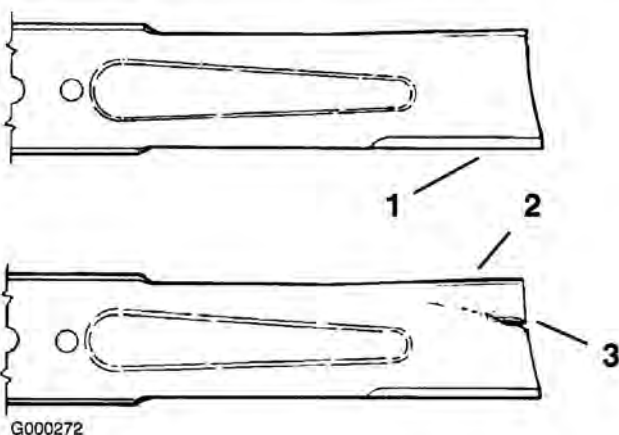

Figure 55
1. Examinez le tranchant des lames (Figure 55). Si les lames ne sont pas tranchantes ou si elles présentent des indentations, déposez-les et aiguisiez-les (voir Aiguisage des lames).
2. Inspectez les lames, surtout la partie incurvée (Figure 55). Remplacez immédiatement toute lame endommagée, usée ou qui présente une entaille (Figure 55).